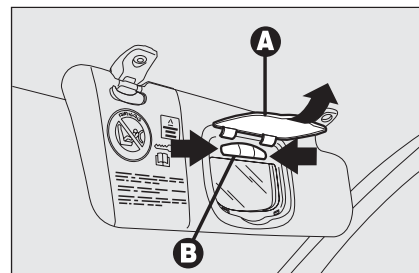

fig. 46
- ☐ abra la protección **A-fig. 46** del espejo;